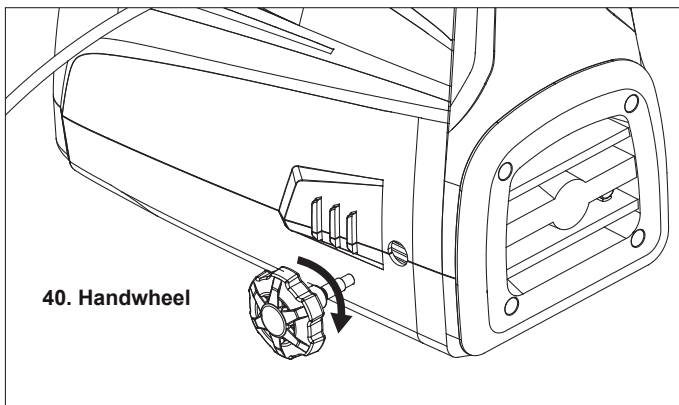

Fig. 8
- f) Install handwheel, See Fig. 8.